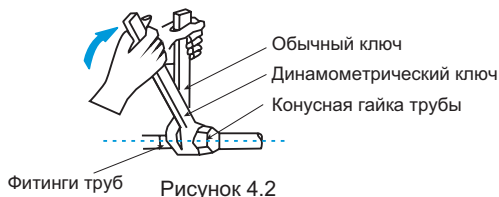

Рисунок 4.2
- ♦ При монтаже или демонтаже трубопровода используйте два ключа — обычный ключ и динамометрический ключ. См. рисунок 4.2.